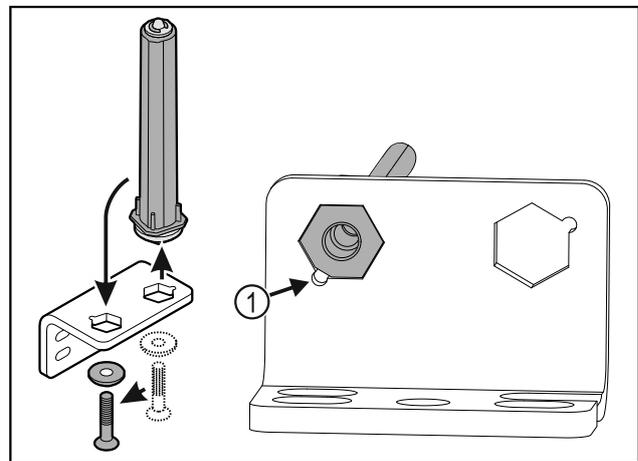

Fig. 35
- Observar que, al colocar, el bisel del perno Fig. 35 (1) apunte hacia el agujero redondo.